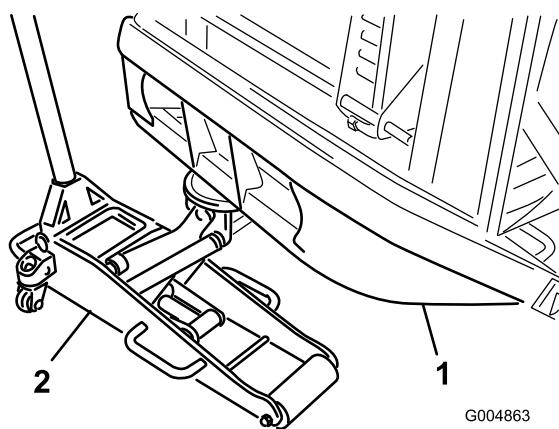

Рисунок 29
1. Поместите подходящий напольный домкрат под трубу заднего бампера, поднимите заднюю часть машины и установите ее на опоры домкрата (Рисунок 29).